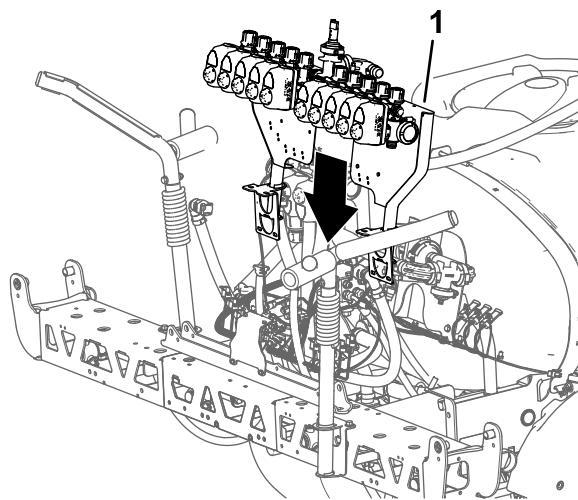

图109
1. 使用具备指定提升能力的提升设备提起阀门安装架和喷洒阀总成将其与中间喷洒段上方对齐 图109。